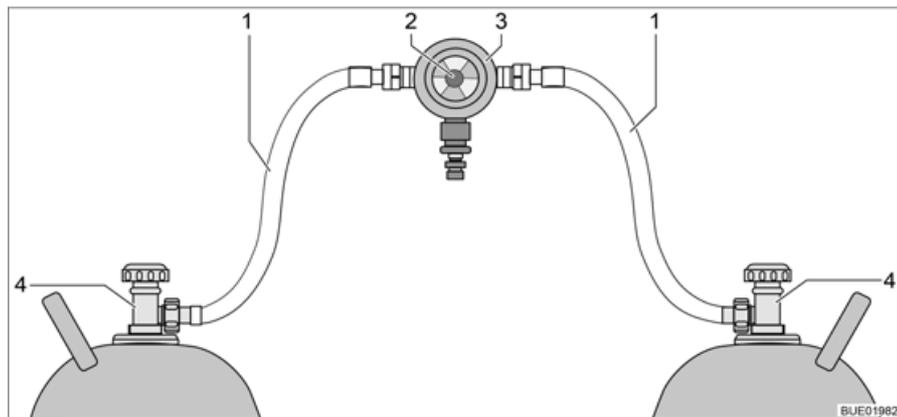
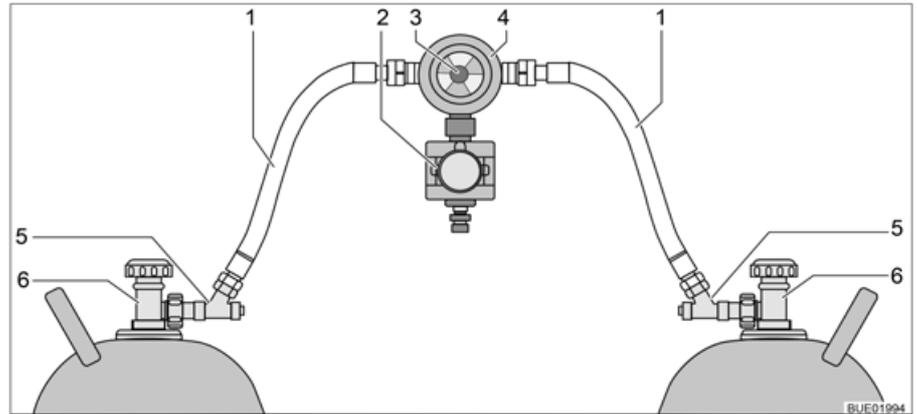

Fig. 131 Instalación de conmutación de bombonas de gas
Fig. 132 Instalación de conmutación de bombonas de gas con CPU
La instalación de conmutación de bombonas de gas consiste de un regulador de presión de gas combinado, con válvula selectora e indicador (Fig. 131,3). La instalación de conmutación de bombonas de gas está montada entre las dos gomas del gas (Fig. 131,1).
La instalación de conmutación de bombonas de gas consiste de un regulador de presión de gas combinado, con válvula selectora e indicador (Fig. 132,4) y una electroválvula (Fig. 132,2). En caso de una frenada a fondo, un accidente o una extrema posición inclinada, la electroválvula bloquea el suministro de gas al vehículo. La instalación de conmutación de bombonas de gas está montada entre las dos gomas del gas (Fig. 132,1) con dispositivos de seguridad en caso de rotura de manguera (Fig. 132,5).
Con el botón giratorio (Fig. 131,2 ó bien Fig. 132,3) en la instalación de conmutación de bombonas de gas se puede determinar cuál de las bombonas de gas se utilizará como bombona de servicio y cuál bombona de gas como bombona de reserva.
En la unidad de mando (Fig. 133) únicamente pueden conmutarse las funciones eléctricas. Las llaves de paso principales de las bombonas de gas (Fig. 131,4 ó bien Fig. 132,6) deben abrirse y cerrarse a mano.
- Abrir las llaves de paso principales en las bombonas de gas (Fig. 131,4 ó bien Fig. 132,6).
- Pulsar los dispositivos de seguridad en caso de rotura de manguera (Fig. 132,5), uno tras otro, por 10 segundos.
- Con el botón giratorio (Fig. 131,2 ó bien Fig. 132,3) en la instalación de conmutación, seleccionar la bombona de gas de la que habrá de tomarse el gas con prioridad (bombona de servicio). Girar el botón giratorio siempre hasta el tope.
- Cerrar las llaves de paso principales en las bombonas de gas (Fig. 131,4 ó Fig. 132,6).